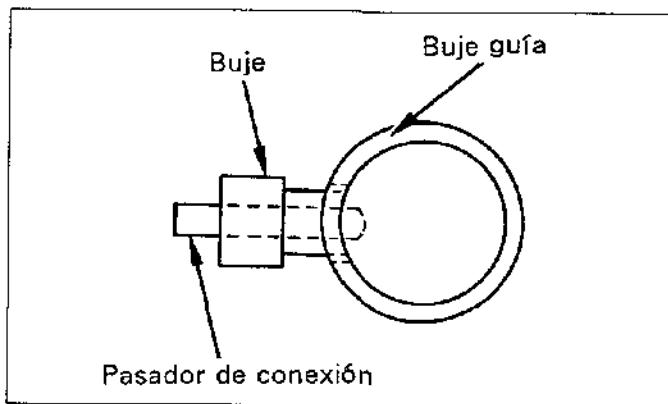

Figura 14-64
(2) Cuando apriete la contratuerca del buje guía, el buje guía también podrá girar en la misma dirección. Por lo tanto, preste especial atención para que el pasador de conexión de la palanca ③-11 no se ponga en contacto con el buje insertado ③-12. (Vea la figura.14-64)